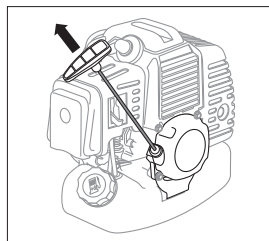

rys. 9
4. Ustawić dźwignię przesłony powietrza w górnym położeniu [I] «Zamknięte» (Rys. 9).
7. Ustawić dźwignię przesłony powietrza (Rys. 9) w położeniu środkowym.